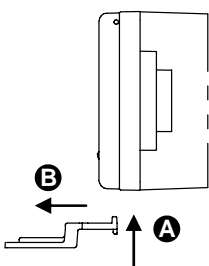

Fig. 7
4. Remove the cover with the key (Fig. 7, movements A and B). Keep the key in a safe place.
4. Entfernen Sie die Abdeckung mit dem Schlüssel (Fig. 7, Bewegungen A und B). Bewahren Sie den Schlüssel sicher auf.
4. Retirez le cache avec la clé (Fig. 7, mouvements A et B). Rangez soigneusement la clé.